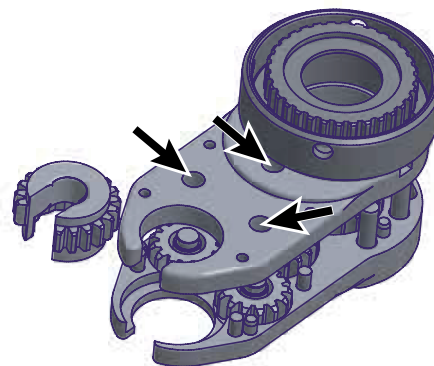

Abb. 11: Austausch des Abtriebszahnrad beim offenen Flachabtrieb
3. Den Flachabtrieb auf einer dicken, weichen Oberfläche (Tuch, Schaumstoff) ablegen und das Gehäuse abnehmen. Gegebenenfalls mit einem Hammer und einem Splintentreiber vorsichtig auf nach außen geführte Achsen schlagen. (siehe Abb. 11 | Pfeile)